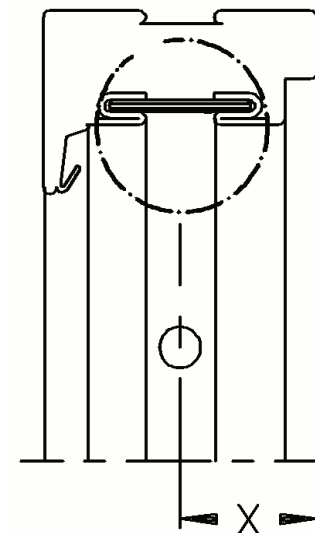

Bild 10. Maß X messen
2) Bohrung und Montage des Magneten (2) im Tür-Flügelrahmen
Die Mitte des Magnetschalters (1) ausmessen. Maß X (Bild 10).